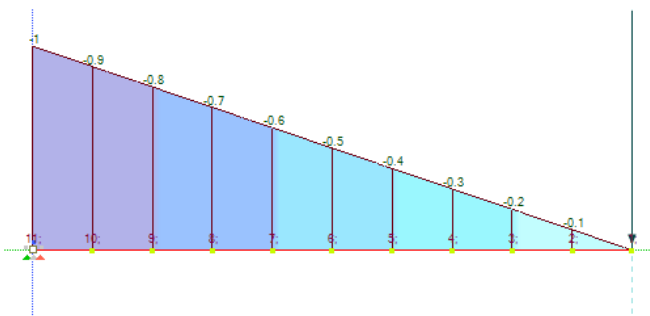

Рис. 40. Эпюра изгибающих моментов M_y
20. Выведите на экран и представьте в отчете эпюру изгибающих моментов M_y , указав значения ординат (рис. 40).